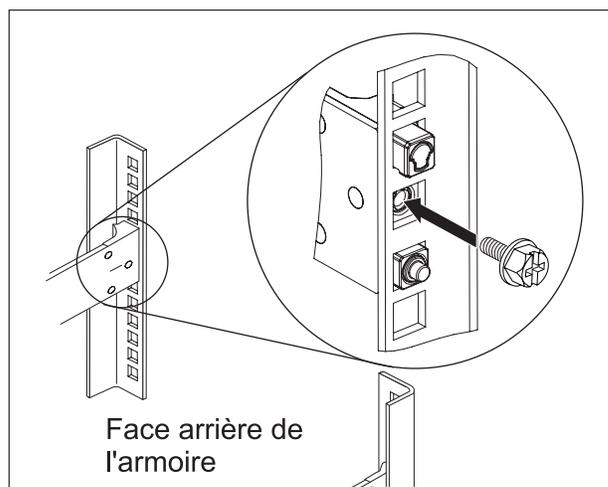

Figure 9. Fixation du dispositif sur les glissières dans l'armoire
4. Fixez les glissières du dispositif dans l'armoire comme illustré par la figure 9 :